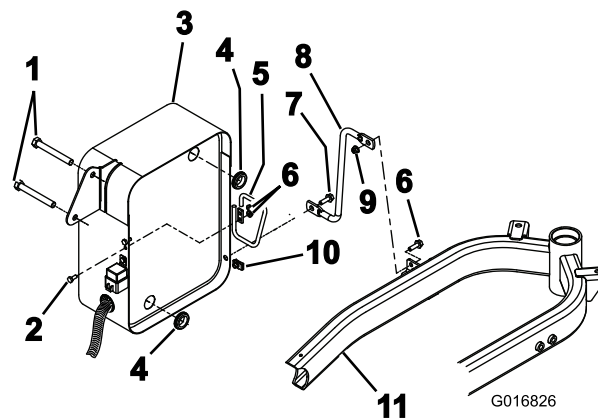

Figura 4
1. Instale los 2 anillos de goma en la parte trasera del soporte del enfriador de aceite (Figura 4).
3. Instale el refuerzo de alambre sujetando el extremo superior al bastidor y el extremo inferior al soporte del cilindro usando 2 pernos de cabeza hexagonal con arandela prensada (5/16 x 1 pulgada), una tuerca con arandela prensada (5/16 pulgada) y una tuerca Tinnerman (Figura 4).
Nota: Si está instalado un Kit de tracción a 3 ruedas, el refuerzo de alambre debe introducirse entre las 2 mangueras hidráulicas. Instale también una guía de alambre en el lateral del soporte del enfriador de aceite con 2 pernos de cabeza hexagonal (1/4 x 5/8 pulgada) y 2 tuercas hexagonales con arandela prensada (1/4 pulgada) y pase las 2 mangueras a través de la guía (Figura 4).